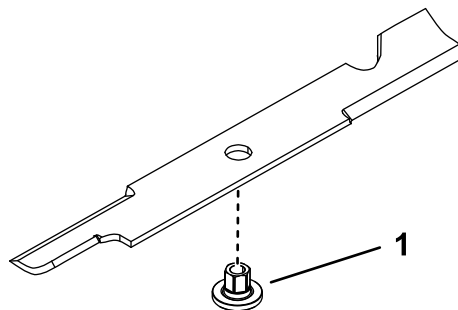

Figura 77
1. Montați buca în lamă cu gulerul bucei pe partea inferioară (care intră în contact cu iarba) a lamei (Figura 77).